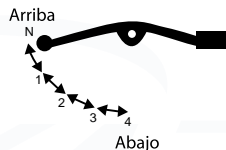

Imagen 30. Cambio de velocidades.
8. Seguir el mismo proceso para meter el siguiente cambio de velocidad. Ver imagen 30.
11. Seguir el mismo proceso para meter un cambio de velocidad inferior. Ver imagen 30.